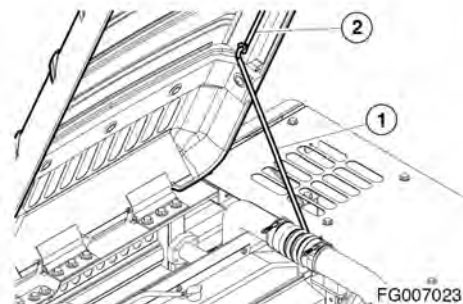

Рис. 169
Открыть крышку и выдвинуть опорный стержень (1, рис. 169) в отверстие (2), пока он не заблокируется в прорези в конце щели. Чтобы закрыть крышку, выдвиньте опорный стержень из прорези, чтобы он мог перемещаться по щели.